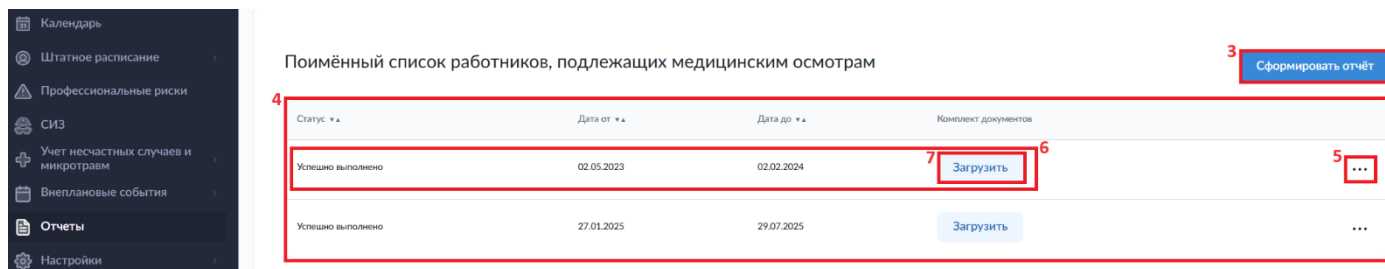
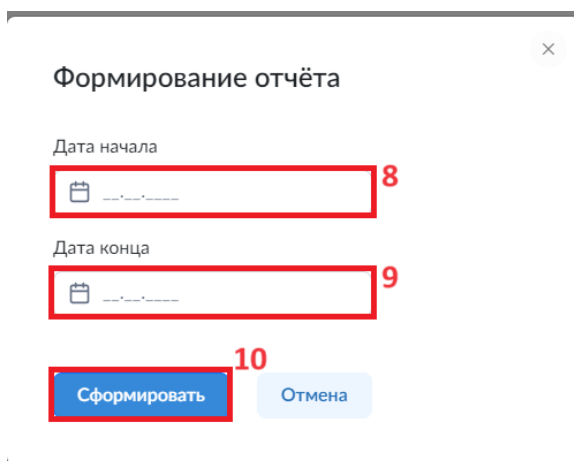

Рисунок 114. Раздел «Отчеты». Подраздел «Медицинские осмотры».
Рисунок 115. Раздел «Отчеты». Подраздел «Медицинские осмотры». Всплывающее окно формирования журнала учета микротравм.
В открывшемся окне (рис. 114), для того чтобы сформировать новый Поимённый список работников, подлежащих периодическим медицинским осмотрам необходимо нажать на кнопку «Сформировать отчет» (3); в всплывающем окне (рис. 115) – указать период формирования отчета (8, 9) и нажать на кнопку «Сформировать» (10).